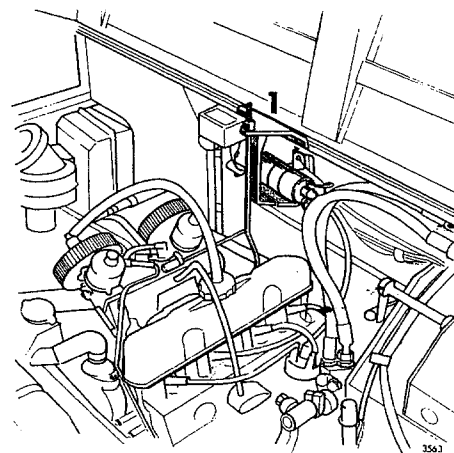

Fig 02-2. Lyftverktyget monterat
14. Anbringa lyftverktyget enligt fig 02-2 och lyft så mycket att växellådorna nått och jämnt vilar på gummikuddarna.